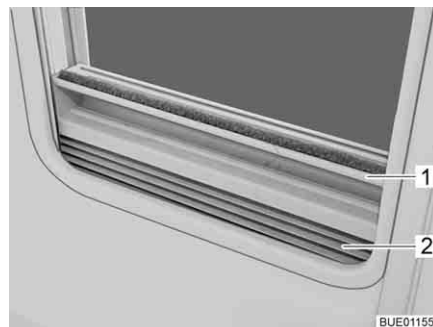

Fig. 45 Estor plegable
- Cerrar:** ■ Sujetar el estor plegable (Fig. 45,2) por el centro del agarradero (Fig. 45,1), tirar de abajo a arriba y soltarla a la altura deseada. El estor plegable se queda fijo a esta altura.